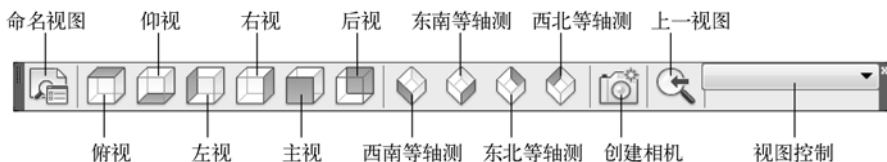

图 1-2 “视图”工具栏
- 打开“视图”工具栏 (如图 1-2 所示), 鼠标左键单击工具栏中任意一个按钮